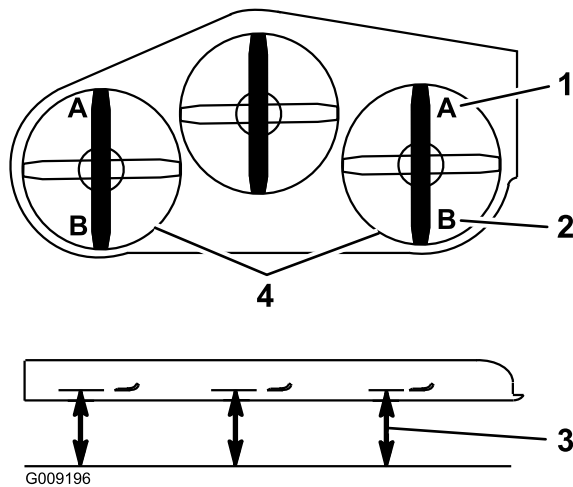

Figura 93
- 9. Em ambos os lados da plataforma, meça do nível da superfície até à ponta dianteira da lâmina (Posição A) como se mostra na Figura 93.
16. Em ambos os lados da plataforma, meça do nível da superfície até à ponta traseira da lâmina (Posição B) como se mostra na Figura 93.